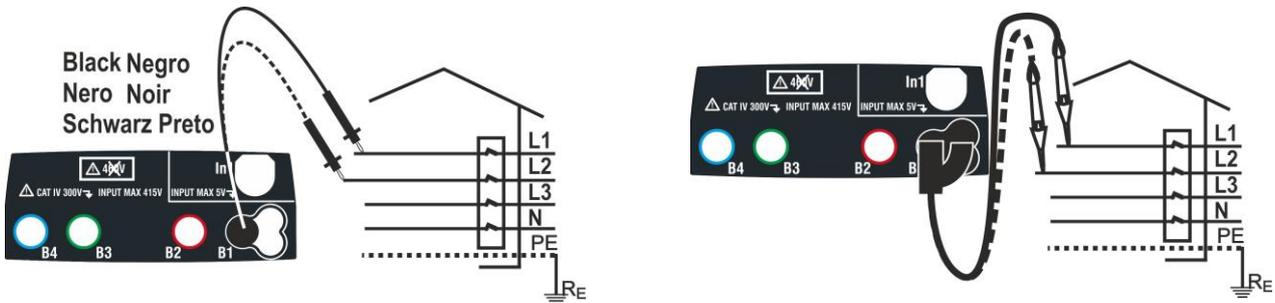
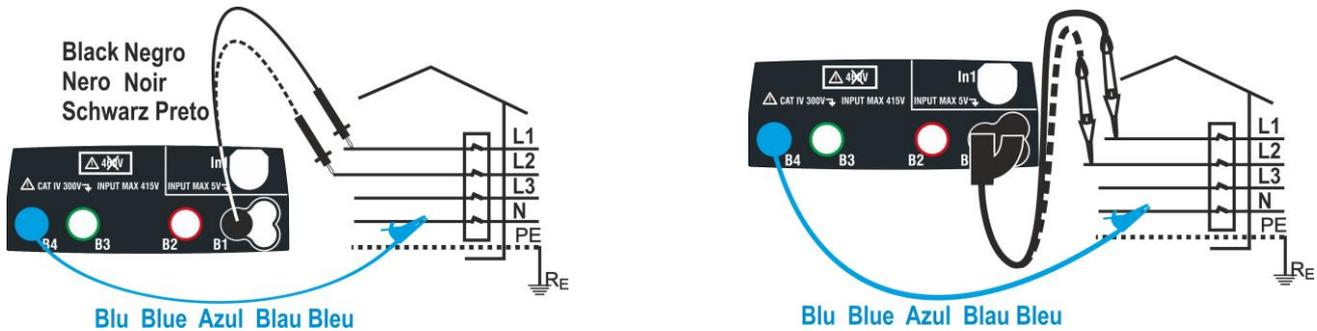

Fig. 24 : Vérification du sens cyclique des phases 1T avec borne et embout à distance
Fig. 25 : Vérification du sens cyclique des phases 2T avec borne et embout à distance
3. Insérer les connecteurs bleu et noir des câbles simples dans les entrées correspondantes de l'instrument B4, B1 (mesure 2T). Insérer les crocodiles ou les embouts correspondants dans l'extrémité des câbles restée dégagée. Le cas échéant, utiliser l'embout à distance en insérant son connecteur multipolaire dans l'entrée B1. Connecter les crocodiles, les embouts ou l'embout à distance dans la phase L1 et N conformément à Fig. 24 et Fig. 25.
Dans ces conditions, connecter les crocodiles, les embouts ou l'embout à distance à la phase L2 et N conformément à Fig. 24 et Fig. 25.